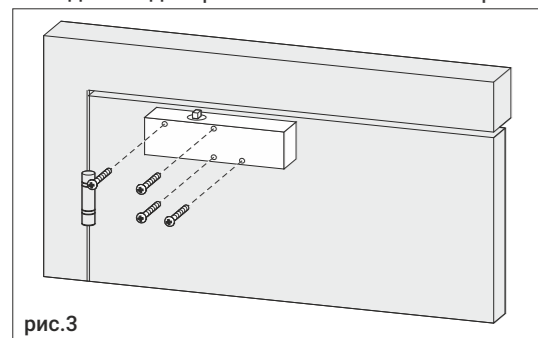

рис.3
1. Установите доводчик таким образом, чтобы винты регулировки скоростей «Закрывания» (S) и «Доводки» (L) находились со стороны петель, зафиксируйте обязательно четырьмя винтами M5 (шурупами), рис. 3. Важно - установка на два или три винта (шурупа) не допускается!